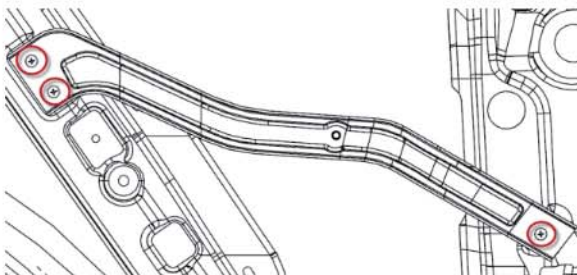

图 9-1-11 后门支架拆卸示意图
(6) 完成了上述步骤, 将后门护板从车门钣金上完全拆除, 将其轻放至平整的地方, 避免刮伤后门面板。拆除过程中, 尽量避免弯曲, 以免起皱或断裂。
(7) 如图 9-1-11, 拆卸左后门支架。用十字螺丝刀拧下圆圈中的螺钉 (3 个), 取下左后门支架。